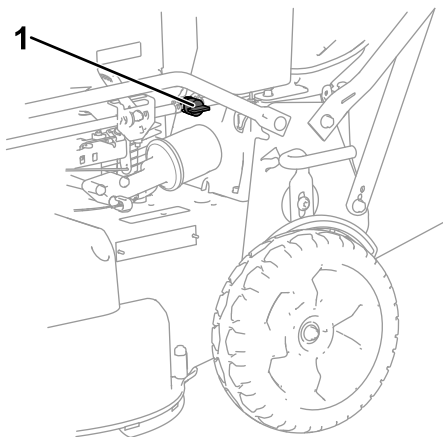

Figura 14
2. Abra a válvula de corte do combustível (Figura 14).